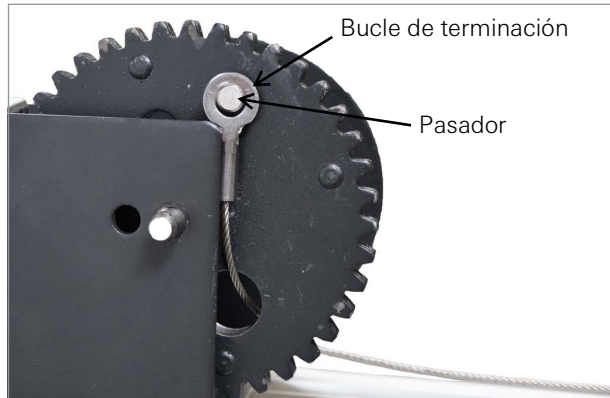

FIGURA 41: Quitar el bucle de terminación
- Gire el carrete de manera que el pasador del bucle de terminación quede visible como se muestra en la Figura 41 y retire el bucle de terminación del pasador en el exterior del carrete.